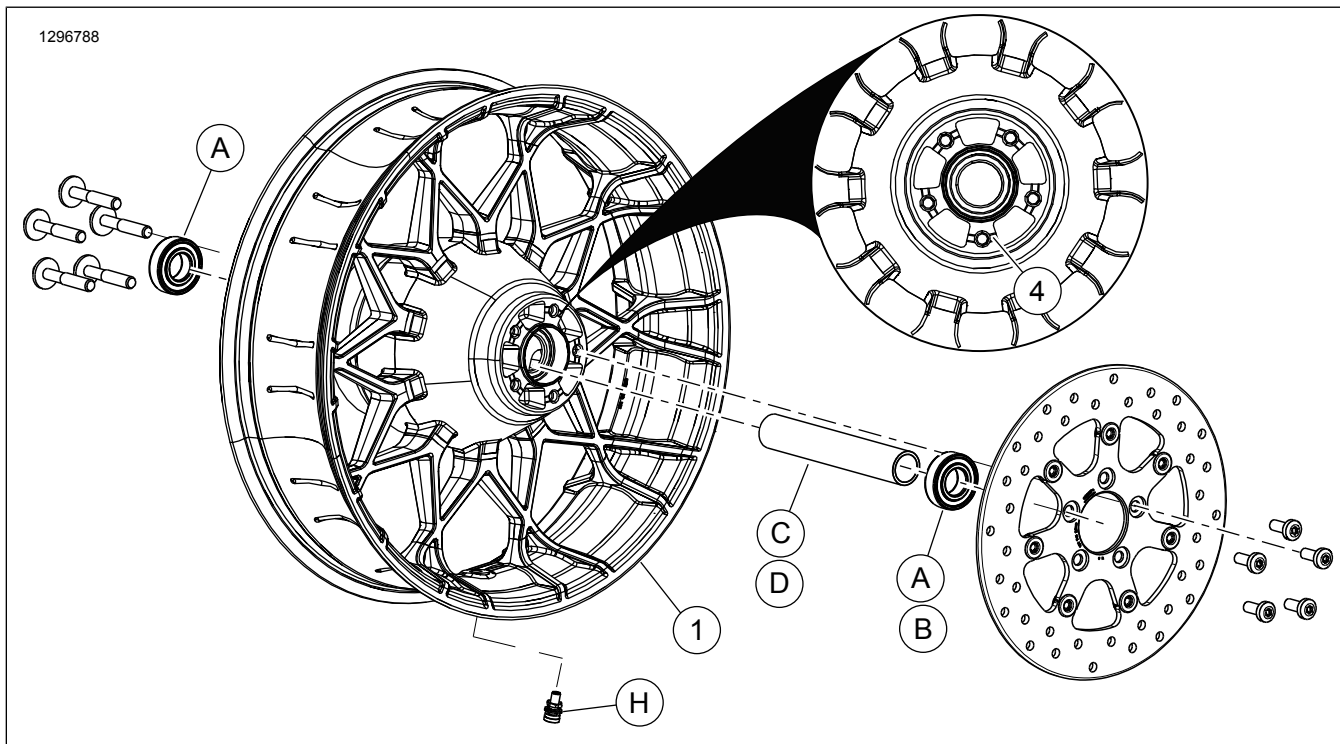

Figura 1. Peças de reposição: Roda da turbina traseira
Estes kits incluem somente a roda personalizada. Veja Figura 1 e Tabela 2.
2. Veja Figura 1 . Instale o conjunto da haste da válvula (H) na roda. Veja o Manual de serviço.